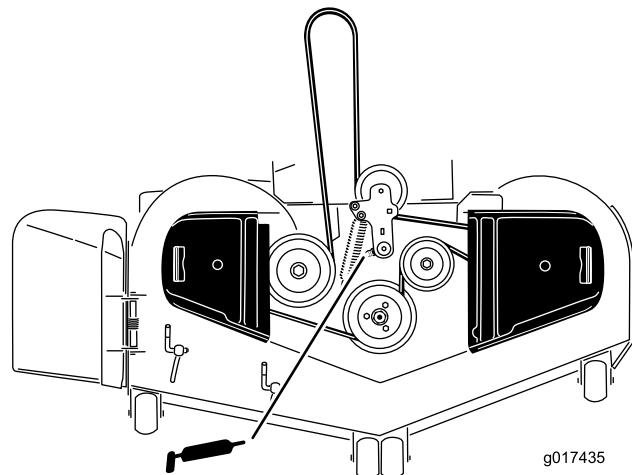

図 33
3. 刈り込みデッキのアイドラムのピボットにグリスを注入する；グリスが下から漏れてくるまで入れること (図 33)。